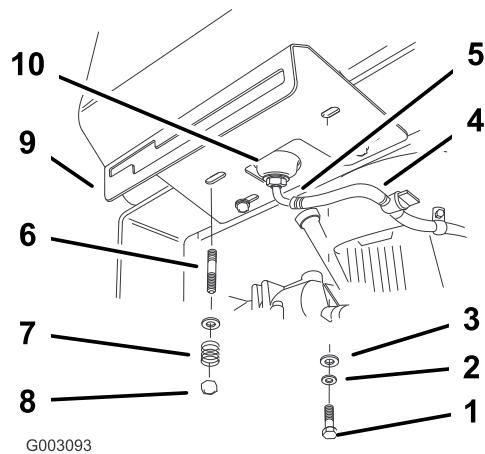

**Figure 5**
4. Enfilez le collier sur la conduite d'alimentation (Figure 5).
5. Poussez la conduite d'alimentation sur le raccord du réservoir de carburant et fixez-la en place avec le collier (Figure 5).